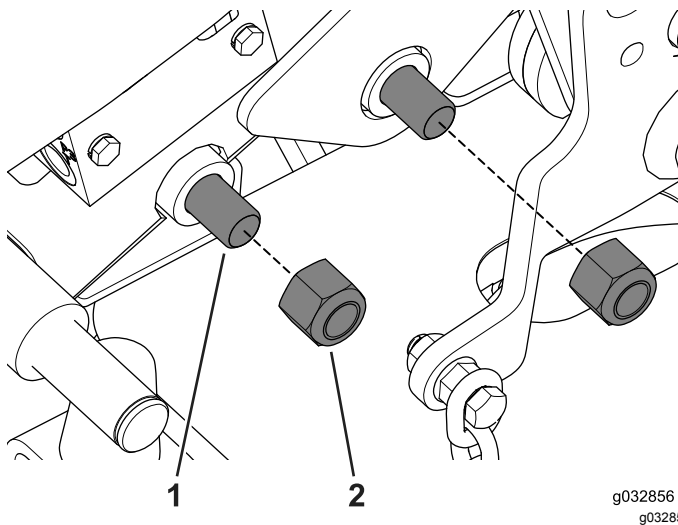

Bild 121
2. Fluchten Sie die Schraubenlöcher aus, um die Schrauben und Distanzstücke lose an der linken Seite der Maschine zu befestigen (Bild 121).